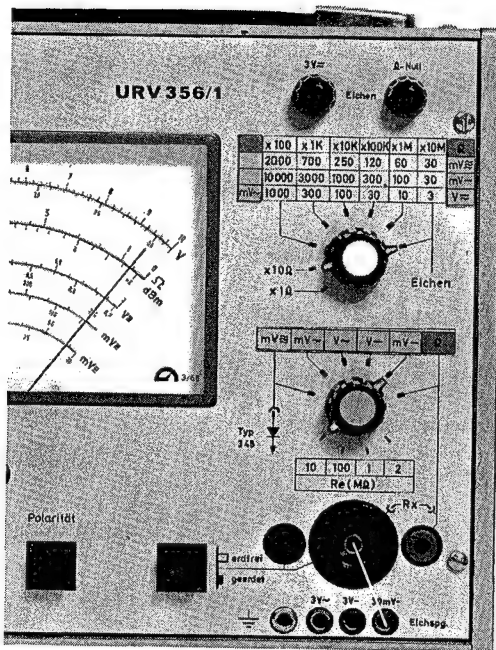

Bild 11
- Schalterstellung: siehe Bild 11